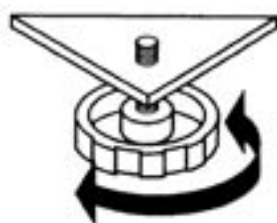

fig. 4
1. Réglez la hauteur de l'arrière de votre cuisinière afin d'insérer, a fixation dans l'encoche située à l'arrière de votre cuisinière. Pour ce faire, vissez ou dévissez les pieds comme indiqué ci-dessous(fig 4). Vissez dans le sens des aiguilles d'une montre pour augmenter la hauteur et dans le sens contraire des aiguilles d'une montre pour diminuer la hauteur de votre cuisinière.